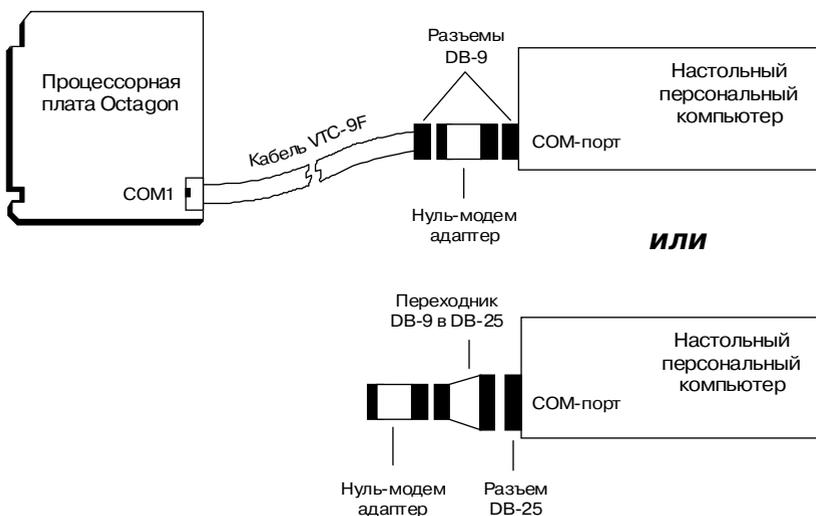

Рис. 4. Схема подключения 5066 к ПЭВМ при организации связи
6. Если ПЭВМ имеет 9-контактные вилки последовательных портов COM1 и COM2, присоедините к одной из них нуль-модемный адаптер. При наличии у ПЭВМ 25-контактного соединителя последовательного порта, предварительно подключите к нему адаптер 9 в 25, после чего присоедините к указанному адаптеру нуль-модемный адаптер (см. рис. 4).
последовательного порта, предварительно подключите к нему адаптер 9 в 25, после чего присоедините к указанному адаптеру нуль-модемный адаптер (см. рис. 4).
5. Если ПЭВМ имеет 9-контактные вилки последовательных портов COM1 и COM2, присоедините к одной из них нуль-модемный адаптер. При наличии у ПЭВМ 25-контактного соединителя последовательного порта, предварительно подключите к нему адаптер 9 в 25, после чего присоедините к указанному адаптеру нуль-модемный адаптер (см. рис. 4).